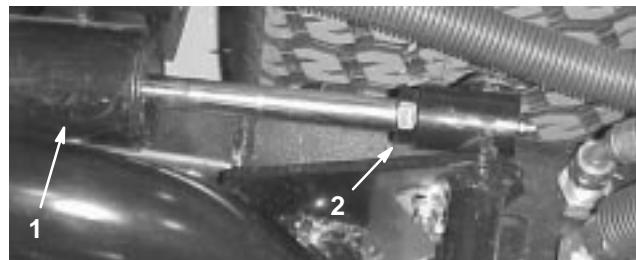

Figure 14
- Mettez le moteur en marche, relevez les plateaux de coupe et vérifiez que l'écartement entre le segment d'usure sur le dessus de la barre d'usure du plateau arrière et la bride de butée est compris entre 0,51 et 2,54 mm (Fig. 13). Si ce n'est pas le cas, réglez le vérin arrière de manière à obtenir l'écartement voulu. Pour régler le vérin, abaissez les plateaux de coupe et reculez l'écrou de blocage sur le vérin (Fig. 14). En vous aidant d'une pince et d'un chiffon, tenez la tige du vérin près de l'écrou et tournez la tige. Relevez les plateaux de coupe et vérifiez l'écartement. Répétez la procédure au besoin. Resserrez l'écrou de blocage de chape.